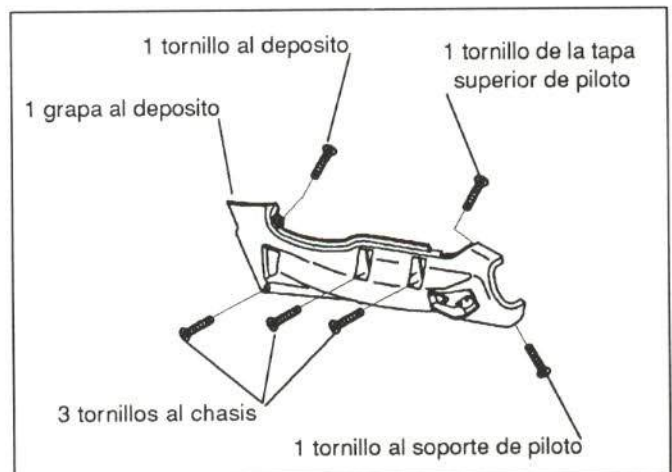

Figura 22.- Unión del carenado lateral
En la figura 22 se muestra la unión de esta pieza.
- Carenados laterales (figura 22)